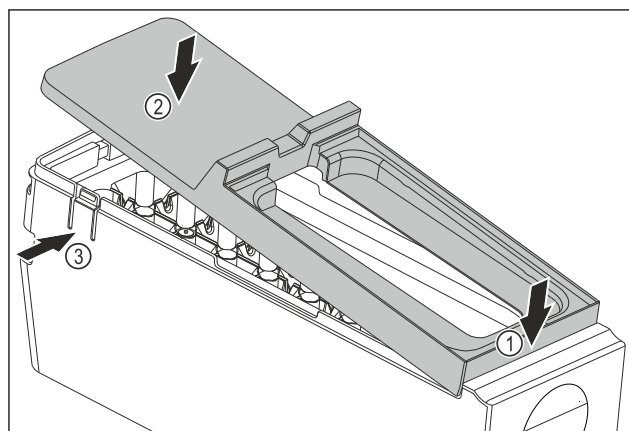

Fig. 147
- ▶ Montering af EasyTwist-Ice-legemets afdækning: Påsæt afdækningen foran. Fig. 147 (1)
- ▶ Sænk afdækningen bagtil. Fig. 147 (2)
- ▶ Afdækningen går hørbart i indgreb i begge lasker Fig. 147 (3).